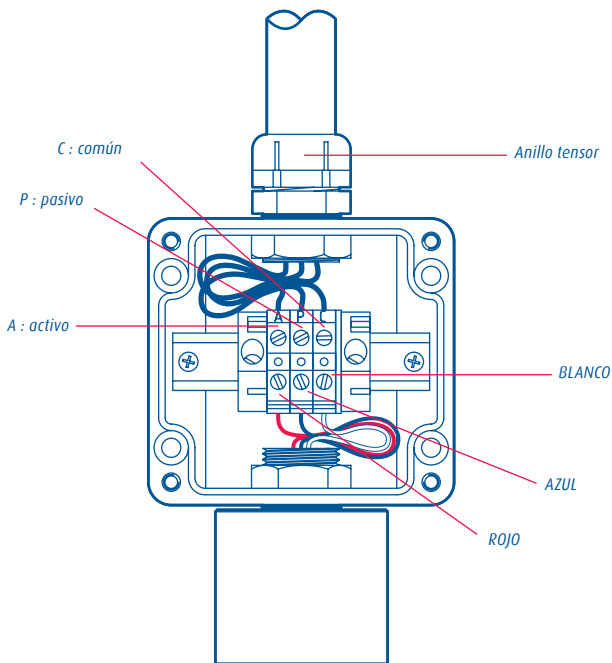

Figura 5 : Conexión
- Conecte los conductores según la figura 5 siguiente.
- Conecte los conductores del cabezal de detección a la regleta de terminales APC (figura 5) :